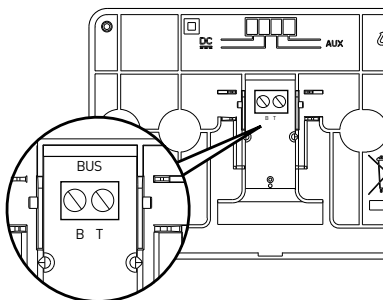

fig. 1
Attivazione di TD e TC in un sistema di riscaldamento base. (fig.1)
- aprire i fori necessari per il fissaggio (fig.1)